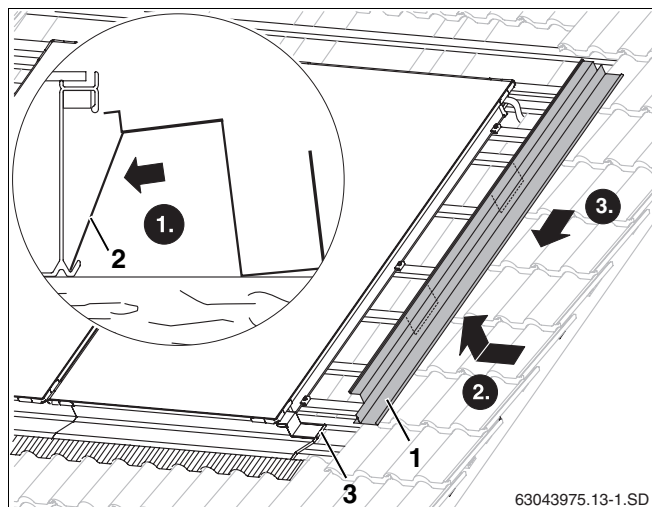

Fig. 48 Montaje de la chapa protectora lateral derecha
- ▶ Debe colocar las chapas de retención (fig. 48, **pos. 2**) en el borde inferior del colector.
- ▶ Introduzca las chapas protectoras situadas a la derecha y a la izquierda (fig. 48, **pos. 1**) con los bordes hacia arriba en la empuñadura del colector y deslícelas sobre la chapa protectora inferior.
- ▶ Presione la unión por solapamiento de ambas chapas para fijarlas (fig. 48, **pos. 3**).